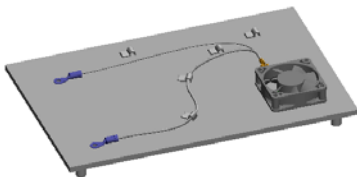

图 11.8.51 添加零部件
Step3. 添加线夹 5。将线夹拖放到底板圆孔处。单击“插入零部件”对话框中的  按钮。结果如图 11.8.51 所示。